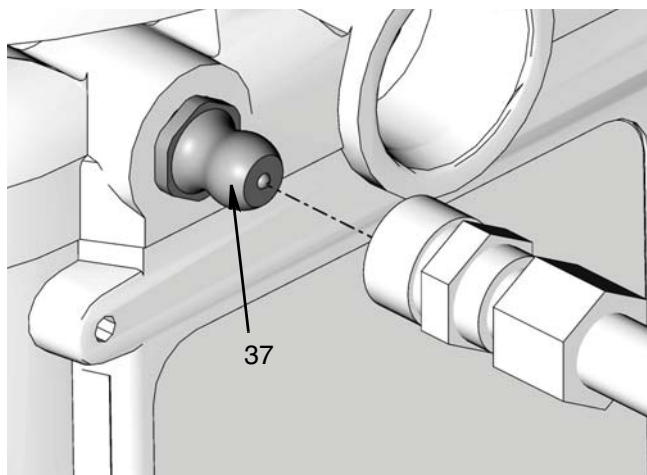

FIG. 7
1. Conecte la manguera de llenado al accesorio de entrada (37) (FIG. 7).
1. Conecte la manguera de llenado al accesorio de entrada (FIG. 7).